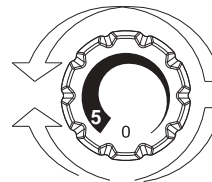

Fig. 2
• La regolazione della temperatura per entrambi i comparti si effettua ruotando la manopola del termostato (Fig. 2).